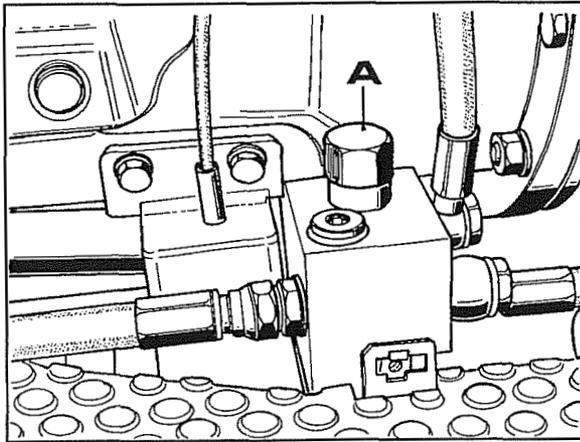

Fig. 1
1. Quitar la protección túnel central y el lateral en el lado pedales frenos, descubriendo en tal modo la válvula prioritaria **A** fig.1.